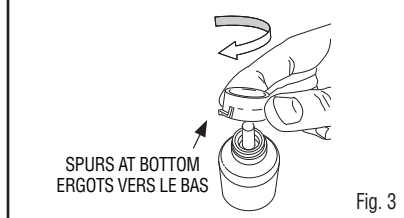

Fig. 3
3. Attach locking adaptor cap to bottle with spurs at bottom, closest to bottom of bottle, and turn until secure. Once attached properly, this cap is not removable. Only applicable to certain models. Fig. 3.
3. Fije la tapa con adaptador de bloqueo a la botella con las rebabas abajo, lo más cerca del fondo de la botella, y gire hasta que quede bien firme. Una vez fija de manera adecuada, ya no se puede quitar esta tapa. Solo se aplica para ciertos modelos. Fig. 3.
4. Attach locking adaptor cap to bottle with spurs at bottom, closest to bottom of bottle, and turn until secure. Once attached properly, this cap is not removable. Only applicable to certain models. Fig. 3.
4. Fije la tapa con adaptador de bloqueo a la botella con las rebabas abajo, lo más cerca del fondo de la botella, y gire hasta que quede bien firme. Una vez fija de manera adecuada, ya no se puede quitar esta tapa. Solo se aplica para ciertos modelos. Fig. 3.